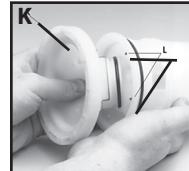

Figure 8
9. Lors du rrassemblage du corps de la pompe au cylindre de pression, assurez-vous que la languette carrée sur le corps de la pompe (K) est alignée avec l'encoche (L) sur le cylindre de pression de la figure 8. Assurez-vous de ne pas accrocher ou entailler le joint torique. Remarque: Graissez les joints toriques avant de les rrassembler. Vissez l'assemblage de la soupape dans le cylindre.